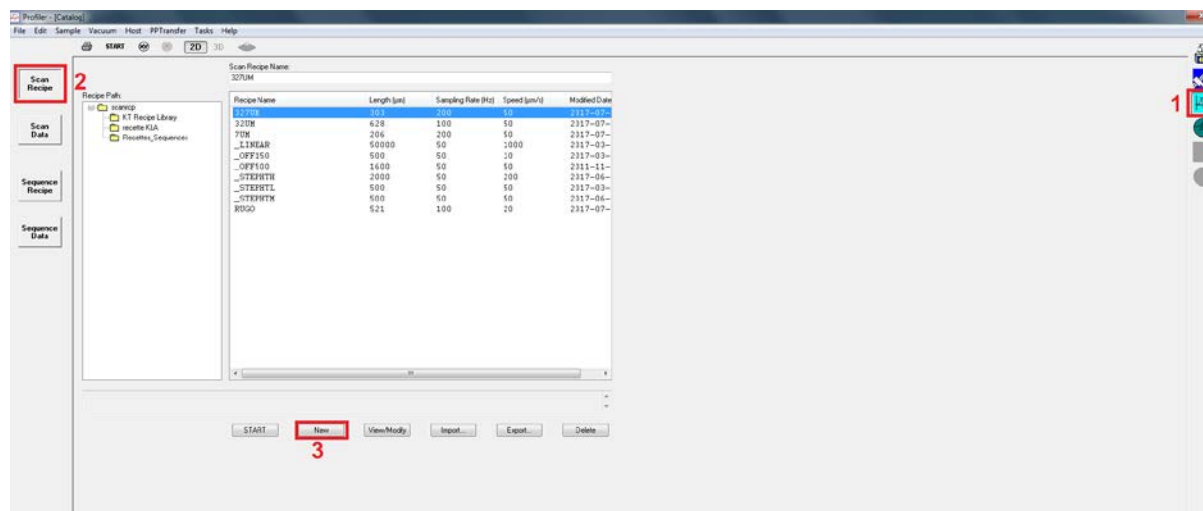

Figure 15 : Catalog
Dans la fenêtre « Catalog » (Figure 15), cliquer sur l'onglet « scan » (1) puis sur « scan recipe » (2) et sur « new » (3). Renseigner le nom de la recette.